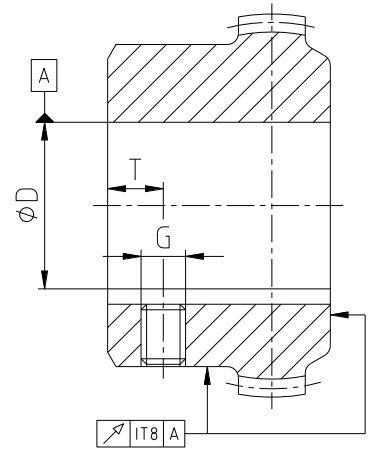

Bild 11: Rund- und Planlaufgenauigkeit
- Bei Herstellung der Nabenbohrung (Stahlnaben) durch den Kunden ist die Rund- bzw. Planlaufgenauigkeit (siehe Bild 11) einzuhalten.